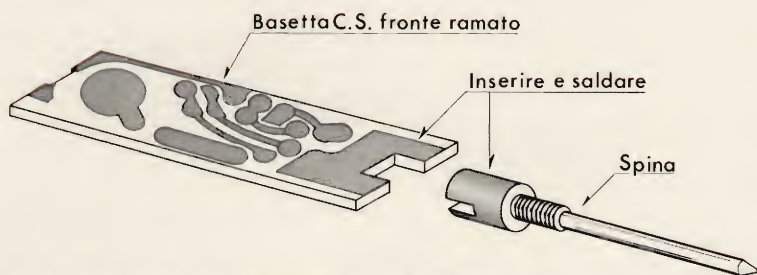

Fig. 2 - Montaggio della spina sul circuito stampato.
- 1) Montare la spina al circuito stampato inserendola nella cava di esso fino alla battuta di arresto - saldare — fig. 2 —.